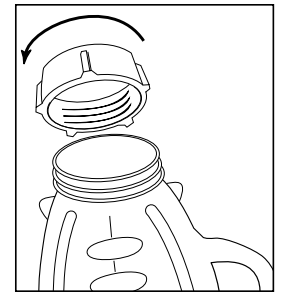

FIGURA 4
5. Junte hasta traber el disco de fondo roscado con el aro. Coloque el aro sobre la cuchilla y el vaso. (Nota: Si hay ranuras en la parte superior del aro, alinéelas con las muescas del vaso.) Coloque el aro sobre el vaso y gire el disco con fondo roscado en sentido horario para apretar. (Figura 4)